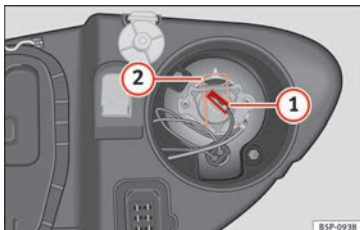

Abb. 181 Fernlicht
- Ziehen Sie den Stecker » **Abb. 181** ① von der Lampe ab.
- Die Haltefeder » **Abb. 181** ② durch Eindrücken und Rechtsdrehung abnehmen.